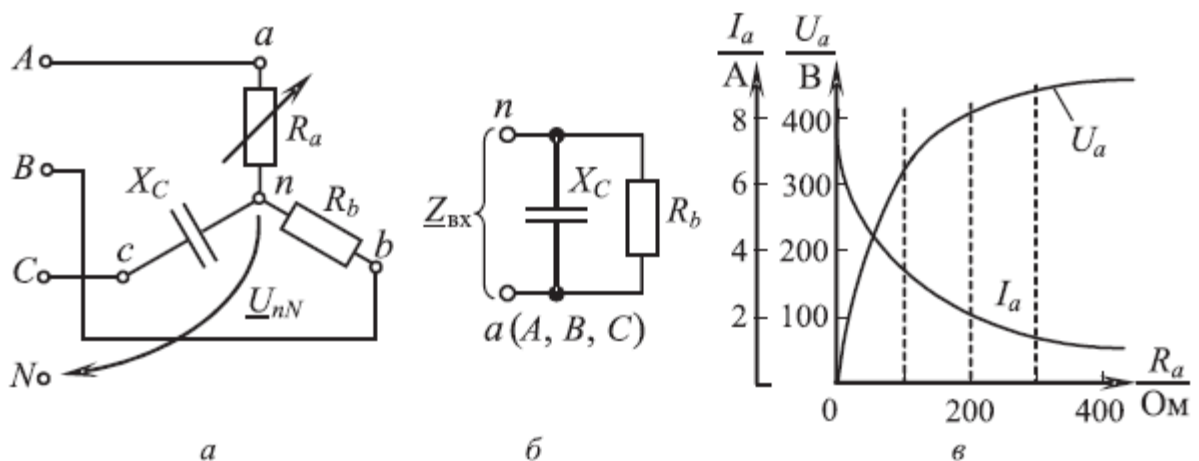

Рис.9.6
**ЗАДАЧА 9.6.** В цепи (рис. 9.6, а)  $U_{л} = 380$  В,  $R_b = X_C = 100$  Ом, сопротивление переменного резистора  $R_a$  изменяется от нуля до 500 Ом. Построить диаграммы  $I_a(R_a)$  и  $U_a(R_a)$ .